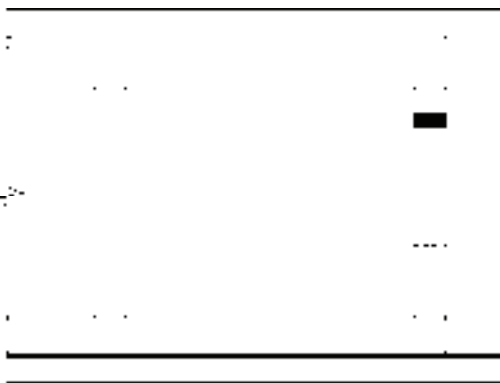

图 12-86 打开素材
1) 按〈Ctrl+O〉组合键，打开配套光盘提供的“第 12 章/12.4.2 居中加粗.dwg”素材文件，如图 12-86 所示。